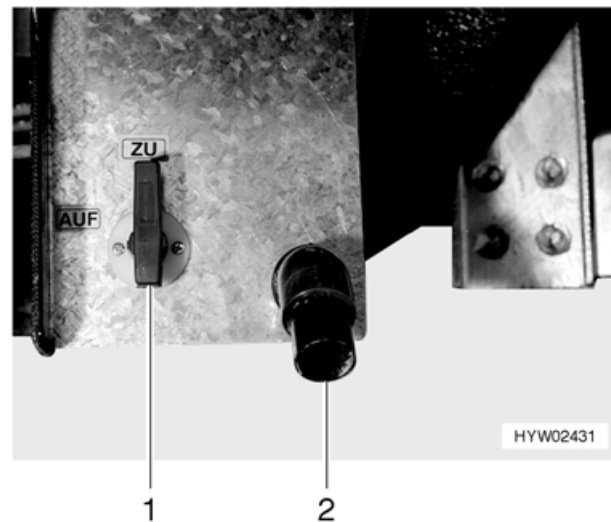

Bild 89 Bedienhebel und Ablaufrohr des Abwassertanks
Für die Abwasserentsorgung befinden sich je nach Modell auf der linken oder rechten Fahrzeugseite ein Ablasshahn und ein Ablaufrohr (Bild 89,2) für den Abwasserschlauch. Der Abwasserschlauch (Serie) befindet sich im Gaskasten und kann als Verlängerung auf das Ablaufrohr (Bild 89,2) gesteckt werden.
- Zum Öffnen des Ablasshahns den Bedienhebel (Bild 89,1) eine viertel Umdrehung entgegen dem Uhrzeigersinn drehen. Der Bedienhebel steht waagrecht.